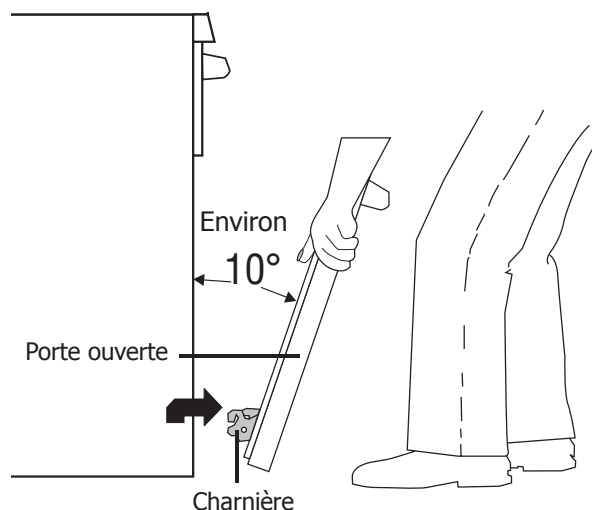

Figure 3
4. Agrippez fermement les deux côtés de la porte (N'UTILISEZ PAS la poignée de la porte - Voir figure 3).
1. Agrippez fermement les deux côtés de la porte (N'UTILISEZ PAS la poignée de la porte - Voir figure 3).